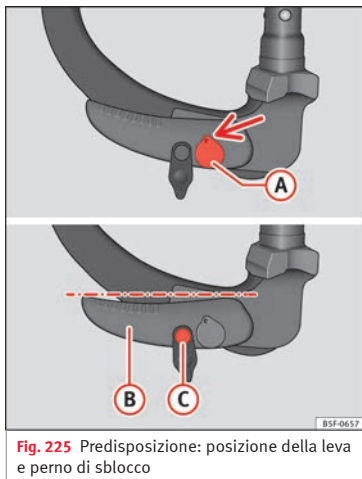

Fig. 225 Predisposizione: posizione della leva e perno di sblocco
- La chiave (A) » fig. 225 è nella posizione di sblocco (la parte bucata della chiave è rivolta verso l'alto).
- La leva (B) » fig. 225 è in posizione inferiore.
- Il perno di sblocco può essere mosso (C) » fig. 225.